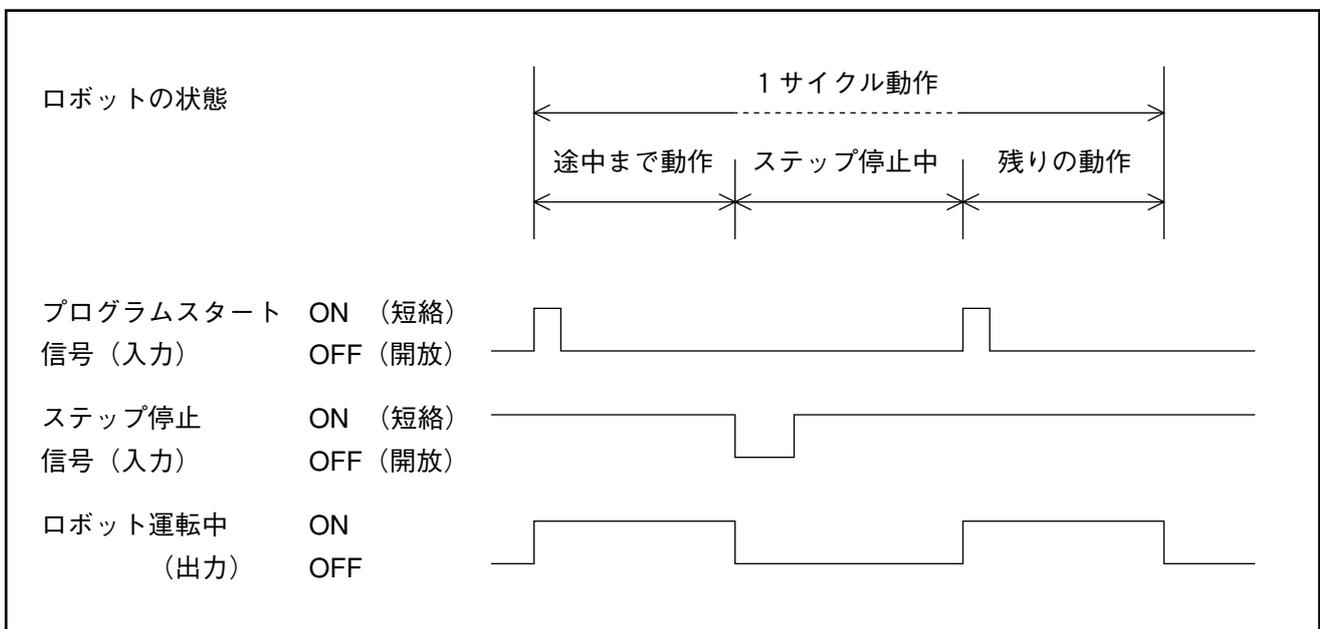

図5-36 ステップ停止信号
- ①この信号がON（短絡）→OFF（開放）されると、ロボットは現在実行中のステップを終了した時点で停止し、ロボット運転中出力をOFFします。しかし自動モード、外部モードは維持されており、プログラムスタート信号の入力でプログラムの続きを実行します。図5-36をご参照ください。
- ②プログラムスタート信号入力時にこの信号をOFF（開放）しておくこと、ステップ毎に停止します。
- ③オペレーティングパネルまたはティーチングペンダントによる内部運転の場合は、この信号がON（短絡）→OFF（開放）されたときに限り有効です。
- ④ステップ停止後の再起動方法はP5-33の「3.4.4 プログラムスタート」をご参照ください。